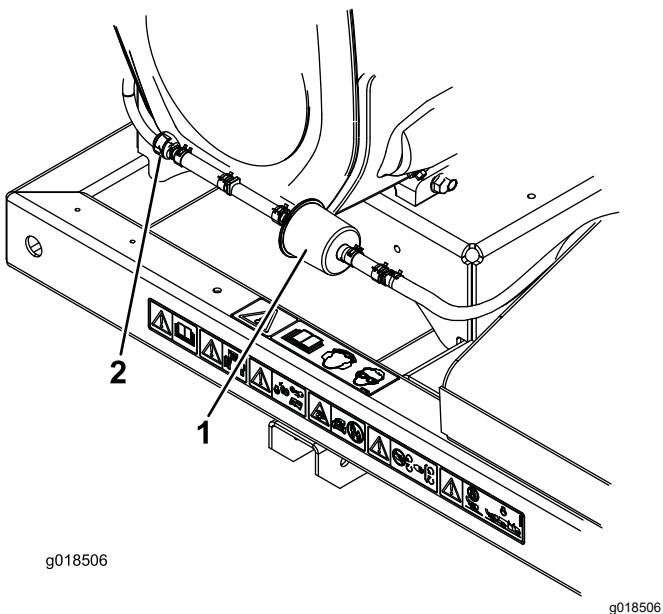

図 39
2. カーボンキャニスタ・パージラインフィルタの前後両側についているホースクランプをゆるめてフィルタから遠い位置に移す図 39。
3. カーボンフィルタを外して捨てる 図 39。